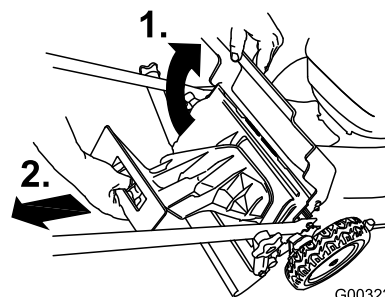

Figure 24
1. Soulevez le volet arrière et gardez-le dans cette position (Figure 24).
2. Retirez l'obturateur de l'éjecteur arrière (Figure 24).